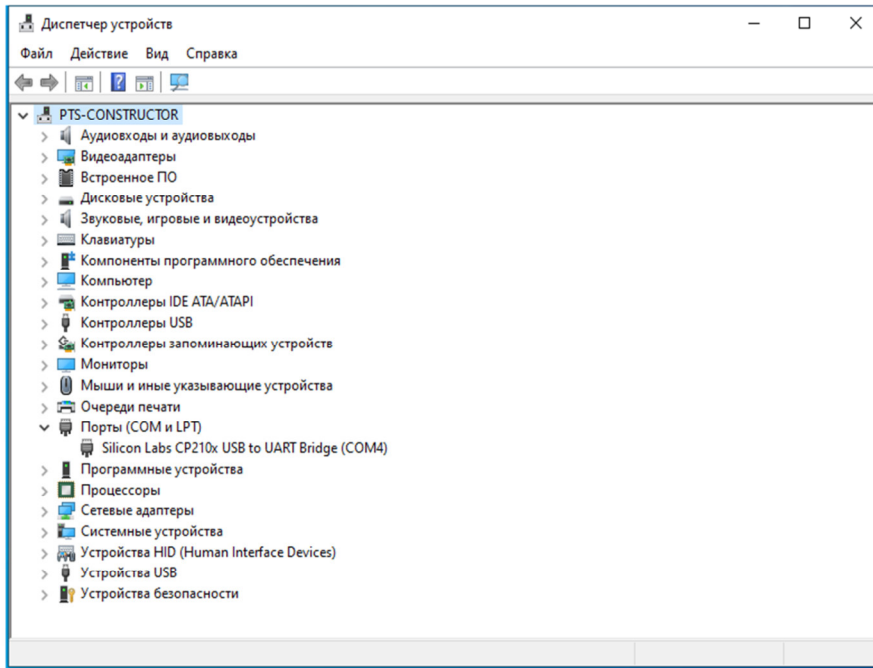

Рис.1 Диспетчер устройств
- 2.3 Запустите “Диспетчер устройств” на ПК, затем подключите HART модем к ПК, откройте раздел “Порты(COM и LPT)” и запомните номер COM порта HART модема.(см. рис.1)